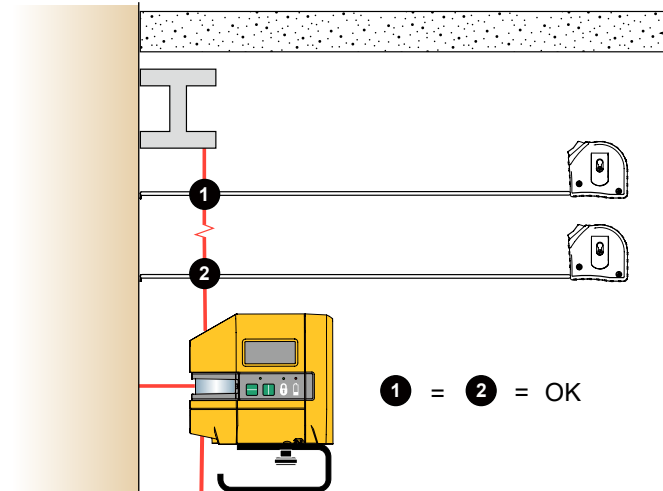

Figura 6. Verificar o prumo de um item existente
2. Meça a distância do item para o laser em diversas distâncias do produto. Veja a Figura 6.